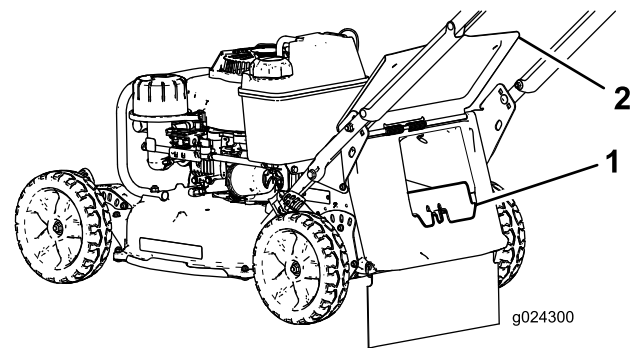

Figura 19
e inseritelo nel condotto di scarico posteriore fino a bloccare il fermo in posizione (Figura 19).
3. Rimuovete il coperchio di scarico posteriore premendo il fermo con il pollice ed estraendo il coperchio dalla macchina (Figura 19).